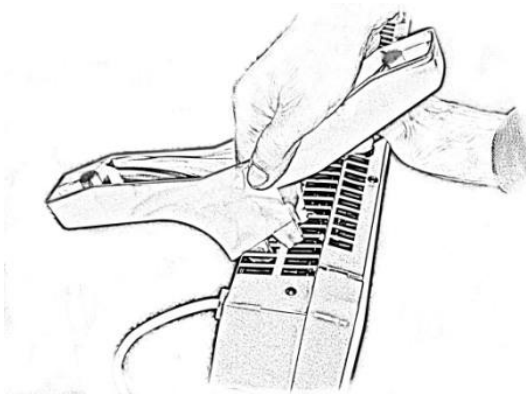

Рис.3
5. Для встановлення конвектора на опори, необхідно опору встановити клиновими фіксаторами в отвори нижньої решітки як показано на Рис.3.